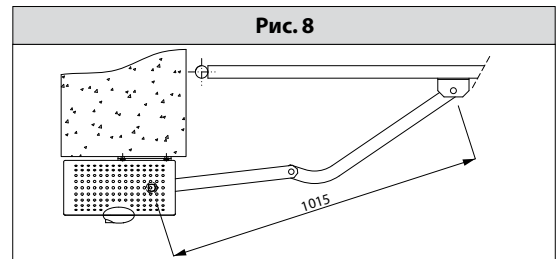

Рис. 9
4.2) Установка ручки разблокировки (Рис. 9).
- Закройте крышку привода и закрепите прилагаемыми шурупами. **ВНИМАНИЕ! Крючок втулки "D" должен быть вставлен в вилку рычага разблокировки (Рис. 9b). Если не попадает, разблокировка не работает.** Блокировка легко производится, повернув ручку "А" в сторону, обратную разблокировке: по часовой стрелке для левой створки, против часовой стрелки для правой створки и блокируется в таком положении ключом. Проверьте, что втулка "D" расположена горизонтально (Рис. 9b) и оденьте кожух, ручкой разблокировки с лицевой стороны, как показано на Рис. 9с.
Рис. 9б
Рис. 9с